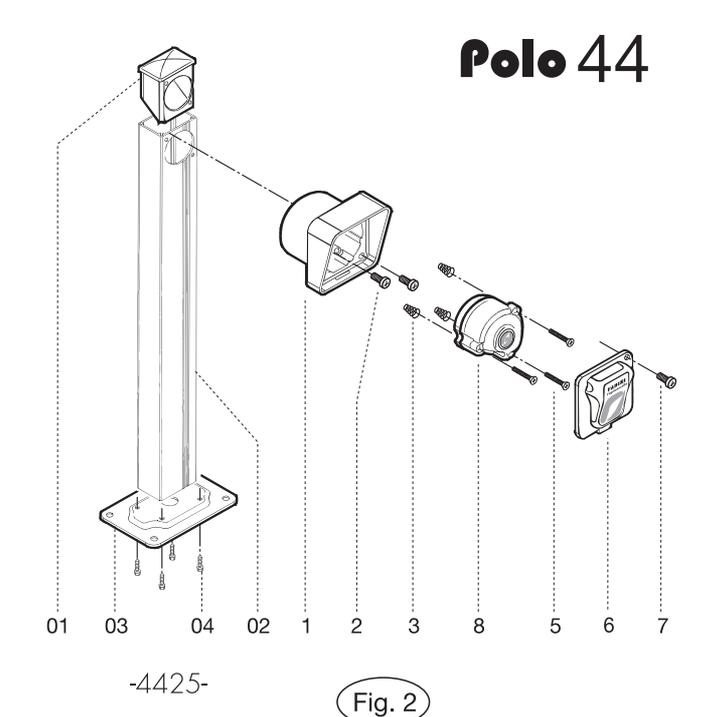

Fig. 2
– Per l'applicazione della fotocellula su colonnetta in alluminio (02), bisogna predisporre e fissare la base (03) con le apposite viti (04) introducendo il coperchio (01) dentro al tubolare della colonnetta. Fissare il contenitore (1) nella propria sede tramite le viti (2). Fig.2
– Für die Montage der Lichtschranke an die Alu-Säule (02) zuerst die Grundplatte (03) vorbereiten und mit den entsprechenden Schrauben (04) befestigen. Der Deckel (01) in die Rohrsäule einstecken und das Gehäuse (1) in dem eigenen Sitz verschrauben (2). Abb.2
– Para instalar la fotocélula en la columna de aluminio (02), hay que predisponer y sujetar la base (03) por los tornillos al efecto (04) introduciendo la tapa (01) en el tubular de la columna. Sujetar la caja (1) en su alojamiento por medio de los tornillos (2). Fig.2
– Voor het aanbrengen van de fotocel op een aluminium zuil (02), moet de basis (03) worden voorbereid en deze met de hiervoor bedoelde schroeven (04) worden bevestigd, waarbij de deksel (01) in de koker van de zuil moet worden gestoken. Het omhulsel (1) met behulp van de schroeven (2) in de hiervoor bestemde zetel brengen. Fig.2